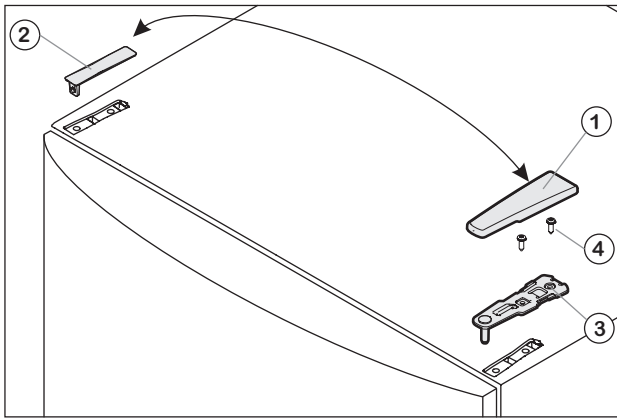

Fig. 1
- Déposez le cache fig. 1 (1) et le cache fig. 1 (2).
- Dévissez le support de palier fig. 1 (3) (2 fois Torx 25) Fig. 1 (4) et tirez vers le haut.
- Placez le support de palier au centre de la fig. 1 (3) sur le nouveau côté de la charnière et dans la porte.
- Vissez fermement le support de palier supérieur (2 fois Torx 25) fig. 1 (4).
- Insérez l'habillage fig. 1 (1) et l'habillage fig. 1 (2) respectivement sur le côté opposé.